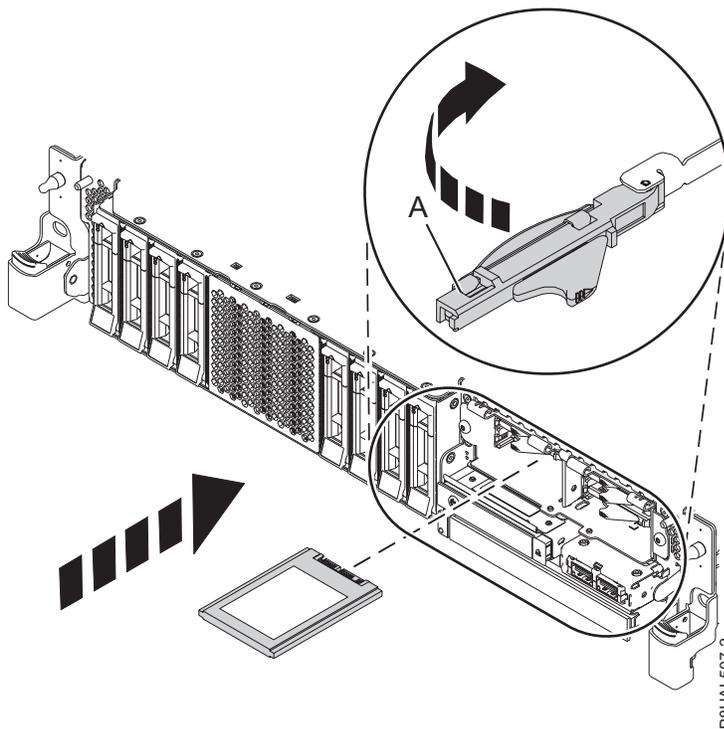

Figura 46. Sustitución de una SSD en un sistema de función ampliada
9. Con el asa de la bahía de unidad SSD (A) en la posición de desbloqueo, tire de la palanca hacia afuera para acceder a los rieles de guía de la ranura de SSD. Sostenga la SSD por la parte inferior mientras la alinea con los rieles de guía de la ranura de SSD. Consulte la Figura 46.
11. Bloquee la unidad girando el asa de la bahía (A) en la dirección que se muestra en la Figura 46.